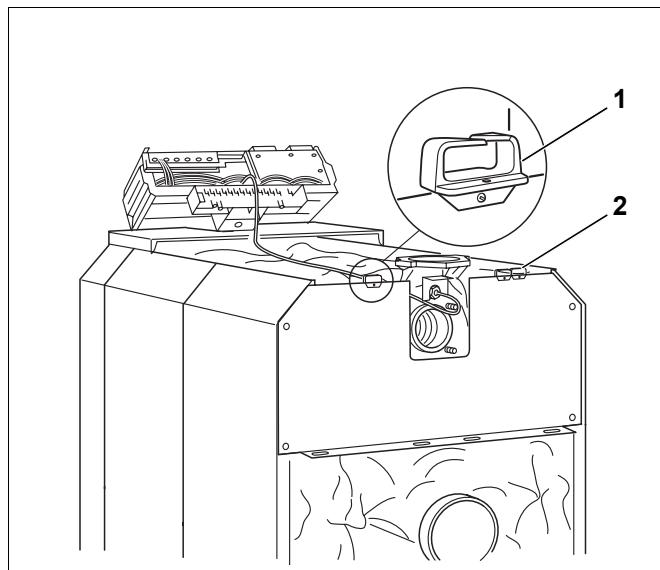

Fig. 63 Collegamenti elettrici
- ▶ Avvitare il passaggio cavi (fig. 63, [1] e [2]) a sinistra oppure a destra del pannello posteriore.